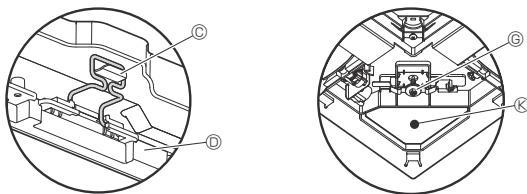

Fig. 9-7
- Depois de apertar o parafuso, confirme se os dois ganchos da grelha (Fig. 9-7) estão engatados nos ganchos da unidade principal.